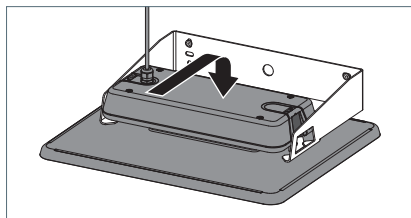

Fig. 5: Aggancio dell'apparecchio d'illuminazione al supporto a parete.
- Agganciare l'apparecchio d'illuminazione al supporto a parete, vedi Fig. 5.